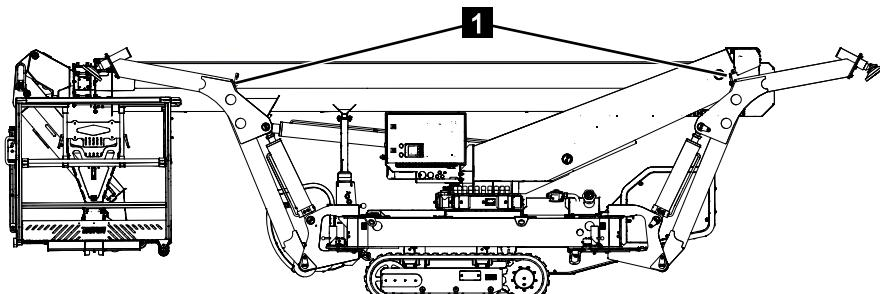

Abb. 58
- Die Maschine muss mit den Anschlagmitteln an den dafür vorgesehenen Lastböcken (Abb.58/1) mit dem Kran verbunden werden.